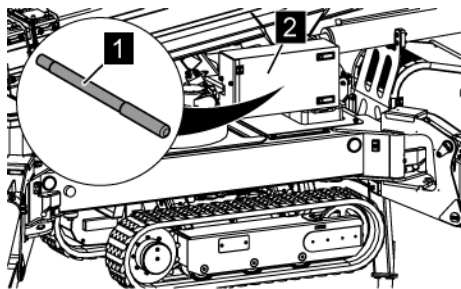

Abb. 146: Handpumpenhebel entnehmen
4. → Handpumpenhebel (Abb. 146/1) aus dem Hydrauliksteuerkasten (Abb. 146/2) entnehmen.